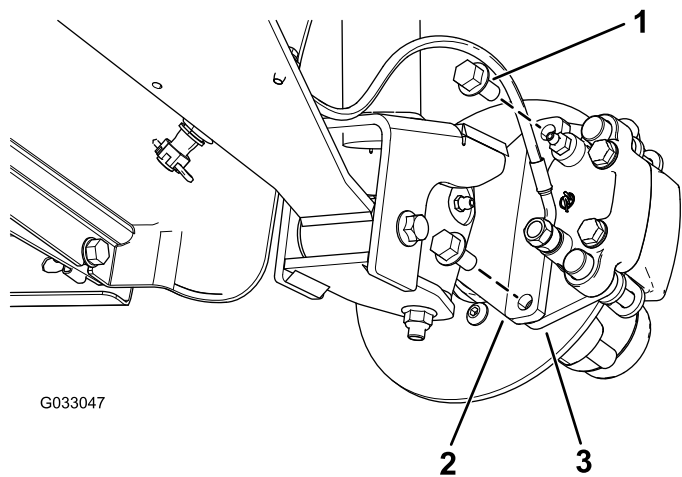
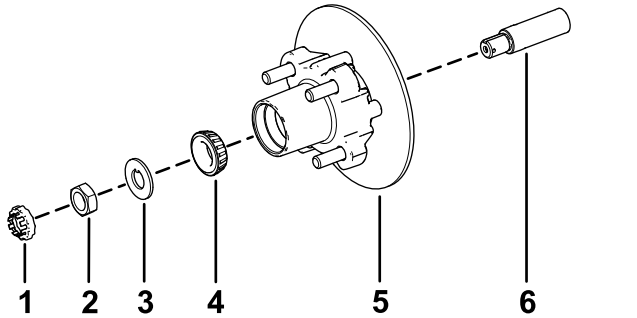

図 29
図 33
3. ブレーキアセンブリ用のブラケットをスピンドルに固定しているフランジヘッドボルト $\frac{3}{8}$ " x  $\frac{3}{4}$ "を外してスピンドルからブレーキを取り外す 図 29。
1. スピンドルに所定のグリスを薄く塗る 図 33。
2. ハブとロータをスピンドルに取り付ける。ロータを内側にする 図 33。
3. スピンドルに外側ベアリングを取り付けてレースにはめる 図 33。
4. スピンドルにタブワッシャを取り付ける 図 33。
5. スピンドルにスピンドルナットを取り付け、ハブを回してベアリングを着座させながらナットを 15 N·m 1.52 kg·m = 11 ft·lb に締めつける 図 33。
2. ブレーキパッドをロータのそれぞれの側に合わせ 図 29、キャリパブラケットの穴と、スピンドルフレームのブレーキ取り付け部の穴を整列させる 図 33。
3. キャリパブラケットをスピンドルフレームに固定する 図 29 フランジヘッドボルト  $\frac{3}{8}$ " x  $\frac{3}{4}$ " 2本を使用する。